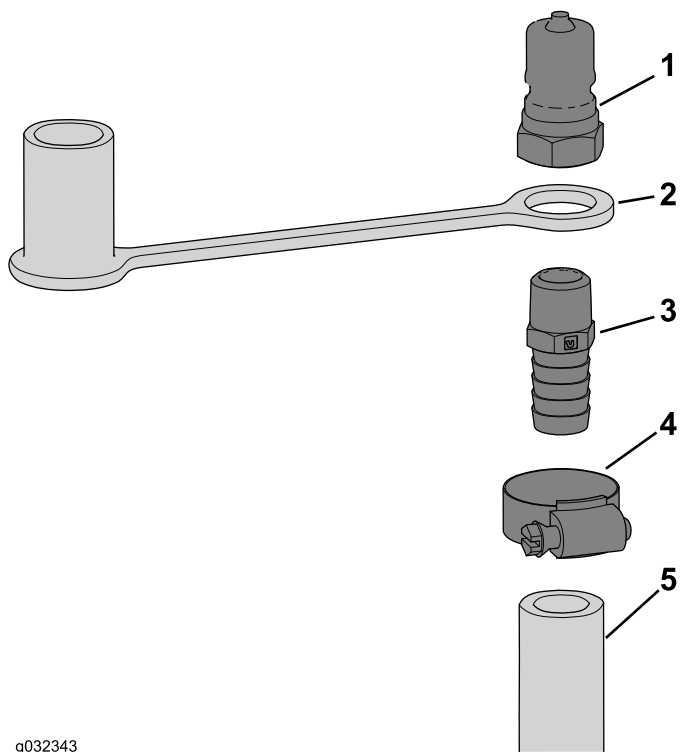

Figura 16
2. Coloque el capuchón guardapolvo sobre el extremo roscado del acoplamiento recto, según se muestra en Figura 16.
3. Enrosque el acoplamiento recto en el conector macho (Figura 16).
5. Coloque una abrazadera sobre la manguera (Figura 16).
6. Introduzca el extremo dentado del conjunto en la manguera y sujételo con la abrazadera, según se muestra en Figura 16.